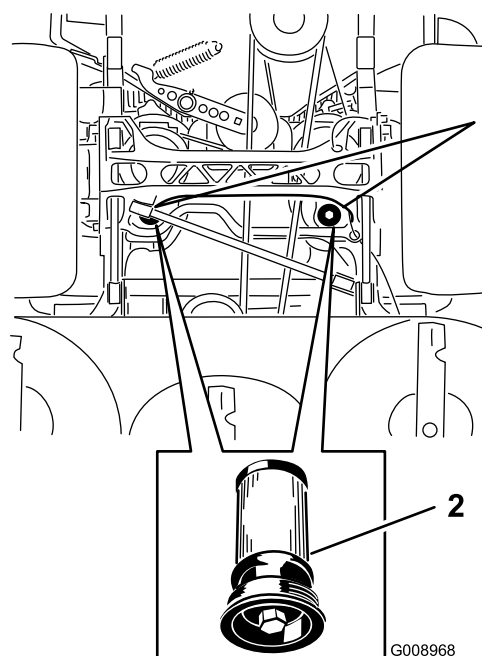

Figure 87
5. Placez un bac de vidange sous le filtre, retirez le filtre usagé et essuyez la surface (Figure 87).
6. Appliquez une fine couche d'huile hydraulique sur le joint en caoutchouc du filtre de rechange (Figure 87).